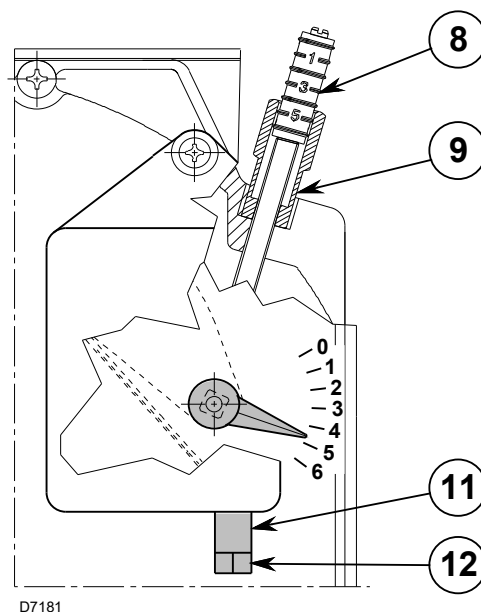

Fig. 15
El primer arranque debe efectuarse siempre utilizando el tornillo 12)(Fig. 15), de manera que el índice de la posición registro de aire de 1ª llama sea superior a la muesca 1, (calibrado de fábrica muesca 1).
- Aflojar la tuerca 9) y utilizar el tornillo 8)(Fig. 15) para regular el caudal de aire de 2ª llama (véanse los valores de CO₂ indicados en la Tab. T).
- Regular la 1ª llama utilizando el tornillo (12) después de haber aflojado (*sentido horario*) la tuerca 11)(Fig. 15) tomando como referencia la tabla de abajo para los valores de CO₂.
- Una vez alcanzada la regulación ideal apretar (*en el sentido contrario al de las agujas de reloj*) la tuerca 11)(Fig. 15). Cuando el quemador se detiene, el registro de aire, por efecto de su peso, se cierra automáticamente, hasta una depresión máxima en la chimenea de 0,5 mbar.